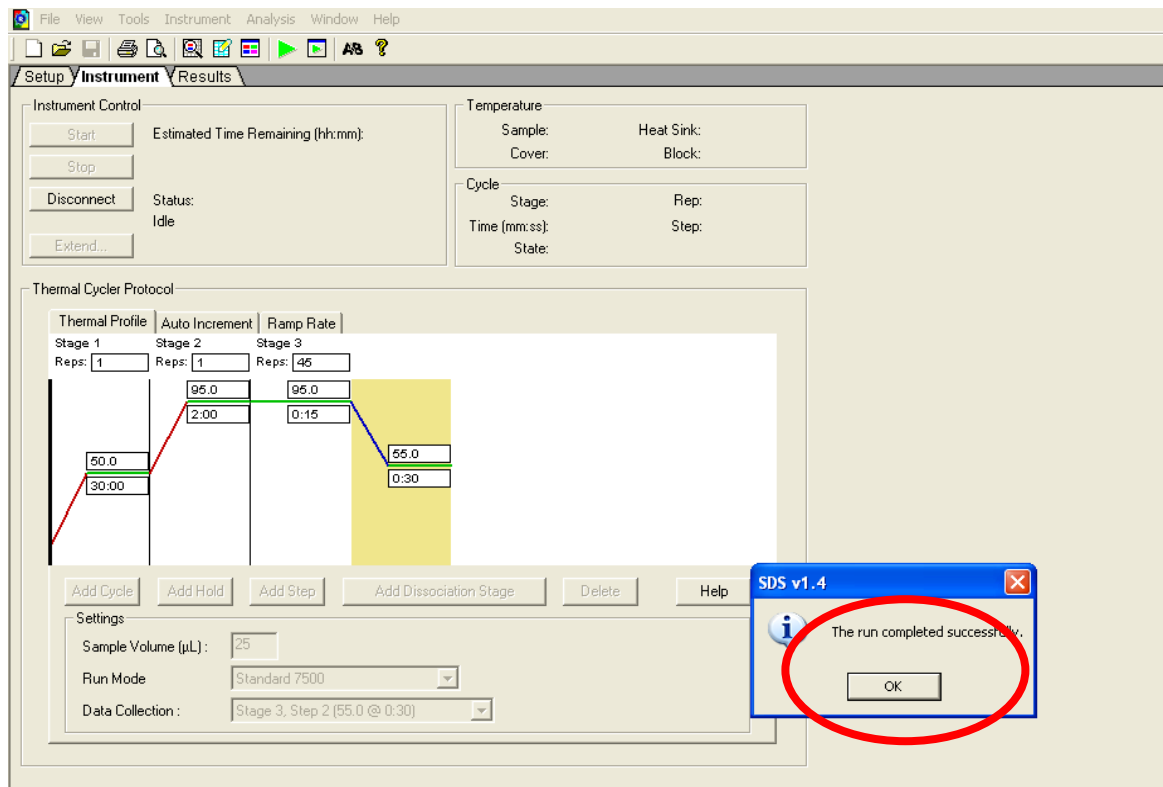

Figura 8.- Finalización de la corrida de qRT-PCR para Influenza.
- Posteriormente se da clic en el botón **Start** (comenzar) que se encuentra en la parte superior izquierda de la ventana (figura 8). La corrida dura 1 hora con 45 minutos para completarse totalmente.
- Después de que la corrida de qRT-PCR para influenza, ha sido completada, aparece en la pantalla de la computadora un mensaje de que la corrida termino como se observa en la figura 8, se da clic en el botón de **OK**, el cual se encuentra en el centro de la pantalla.